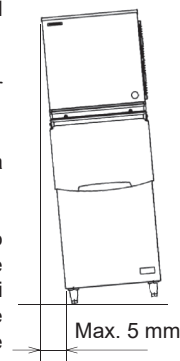

Fig. 2
- * Disporre il distributore/il contenitore di raccolta ghiaccio in posizione orizzontale lungo l'asse fra il lato destro e sinistro e l'asse fra il lato anteriore e posteriore. Se si utilizza un contenitore di raccolta ghiaccio, regolarne le gambe in modo che il contenitore sia in posizione orizzontale. Vedere Fig. 2.